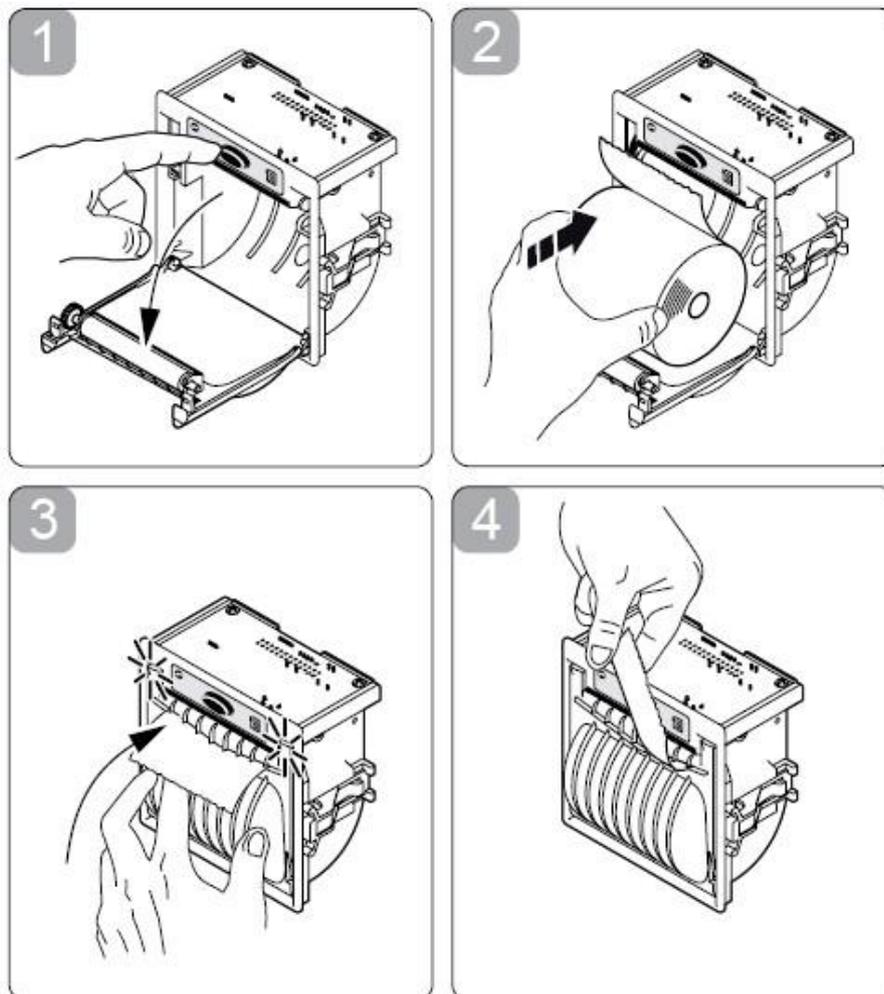

Рис. 2
1. Откройте дверцу крышки принтера (3), потянув ее за левый нижний угол (2).
2. Нажмите кнопку OPEN, чтобы открыть крышку принтера, как показано на рисунке (см. рис. 2/1). Аккуратно обращайтесь с зубчатым краем резака для бумаги, чтобы не порезать руку.
5. Удерживая свободный конец бумаги одной рукой, другой рукой снова закройте крышку, как показано (см. рис. 2/3), крышка принтера заблокирована.
6. Оторвите лишнюю бумагу, используя зазубренный край устройства для отрезания бумаги (см. рис. 2/4).